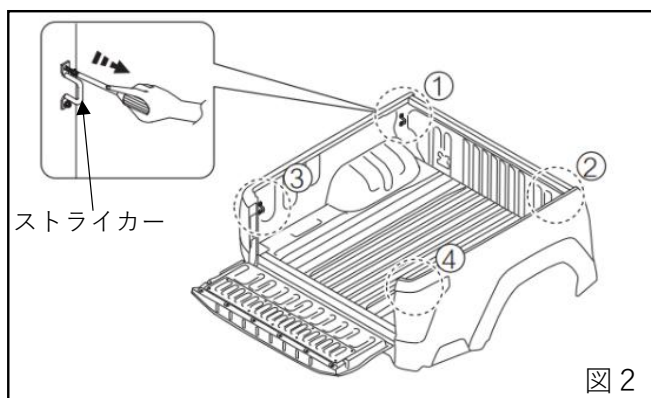

図 2
2. 図2に従い、ボルト2本を外し、ストライカーを荷台から取りはずす